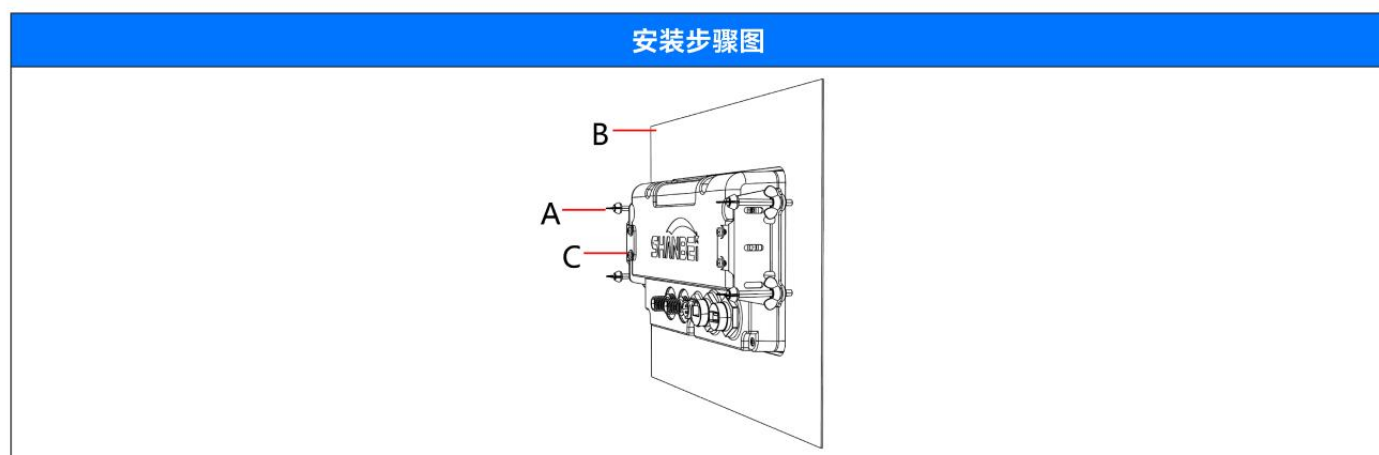

图3.2
2. 如图3.2中将A固定组件安装于多功能显示单元的背面，并上紧C螺丝。